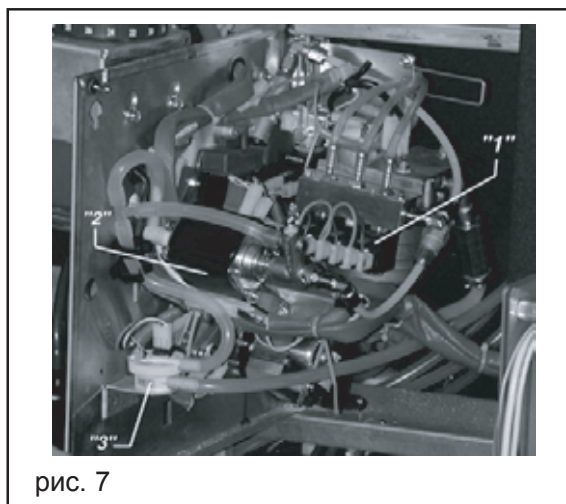

рис. 7
- Включается электромеханический клапан растворимого продукта (1, рис. 7), установленный на бойлерной группе, и позволяет пройти в диспенсер заданному количеству воды, которую подкачивает помпа (2, рис. 7), а количество воды считает специальное устройство - турбинка воды (3, рис. 7).